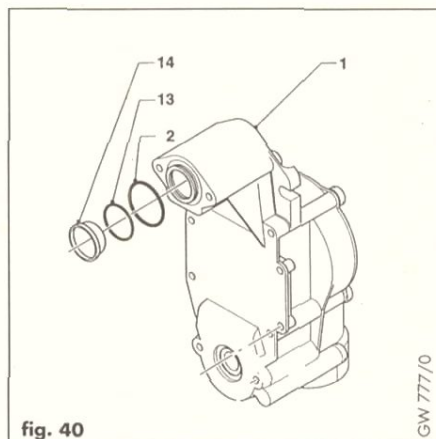

fig. 40
- Inserire il pre-ugello (14, fig.40) nel gruppo gas (1, fig.40), nel verso indicato.